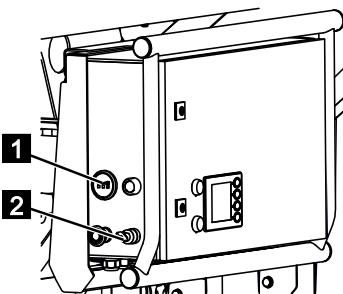

Abb. 219
1. Zündschalter (Abb.219/2) im Uhrzeigersinn auf [1] stellen.
2. Batteriekapazität an der Batterieanzeige (Abb.219/1) ablesen und mit der nachfolgenden Tabelle abgleichen.